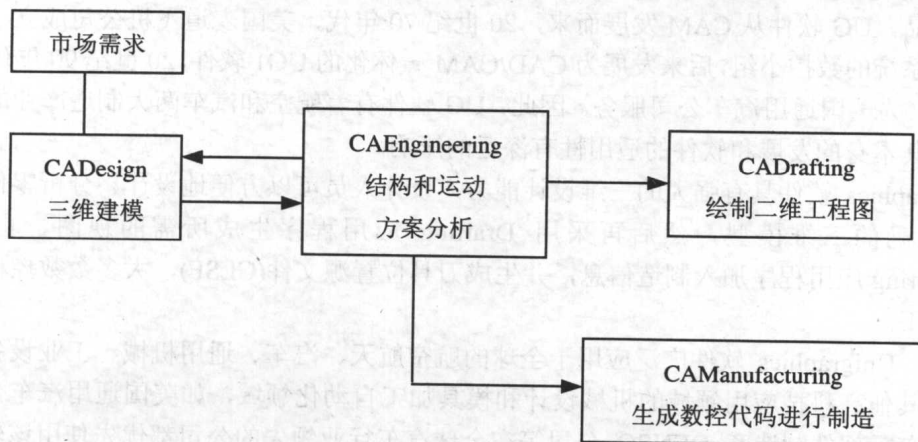

图 1-1 工作流程图
(1) 集成性。从设计到制造采用同一数据几何模型, 即主模型 (Master Model), 数据库单一, 因此, UG 软件可以很好地将 CAD/CAE/CAM 集成为一体应用于整个产品的开发过程, 包括概念设计、建模、分析和加工。图 1-1 为 CAD/CAE/CAM 集成的工作流程图。